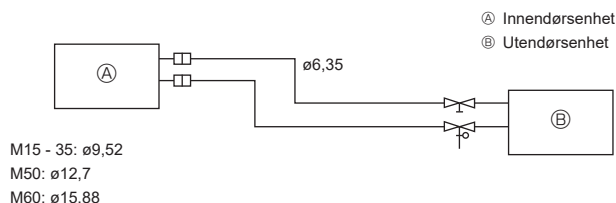

Fig. 5-1
5.2. Kjølemediumrør (Fig. 5-1)